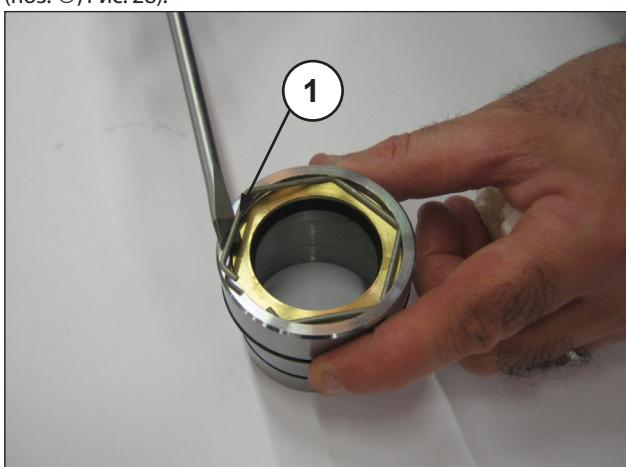
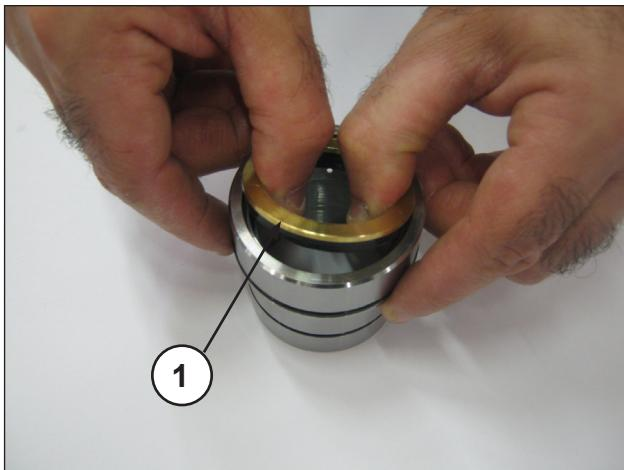

Рис. 27
Рис. 28
Для снятия уплотнения низкого давления необходимо снять стопорное кольцо (поз. ①, Рис. 27), и уплотнительное кольцо (поз. ①, Рис. 28).